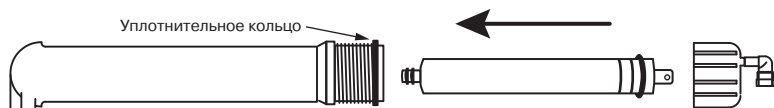

Рис. 14
1. Установите префильтр(ы). Первый префильтр (маркировка на колбе PREFILTER) уже установлен во всех моделях. Установите во вторую колбу (CARBON) угольный картридж GAC-10 или CC-10, в третью ступень (SEDIMENT) установите механический префильтр (1мк) P1 или atoll МП-1В (см. таблицу на стр. 15). Для установки картриджа необходимо раскрутить колбу при помощи ключа (10). Аккуратно снимите защитную пленку с картриджа и установите его в колбу. Обратите внимание на маркировку “THIS END NEXT TO VESSEL THREADS” на верхней крышке картриджа (Pentek GAC-10 и CC-10). Закрутите колбу вручную, без применения ключа, не прикладывая чрезмерных усилий.
2. Установите мембрану. Для этого отсоедините трубку от быстроразъемного коннектора крышки колбы мембраны. Открутите крышку колбы мембраны. Смажьте силиконовой смазкой резиновые уплотнения мембраны. Установите мембрану в корпус согласно **рис. 14**. Смажьте силиконовой смазкой уплотнение крышки колбы мембраны и аккуратно установите его на колбу. Закрутите крышку колбы мембраны и пристыкуйте трубку. Следите, чтобы уплотнительное кольцо крышки колбы было установлено на колбе без перекосов.